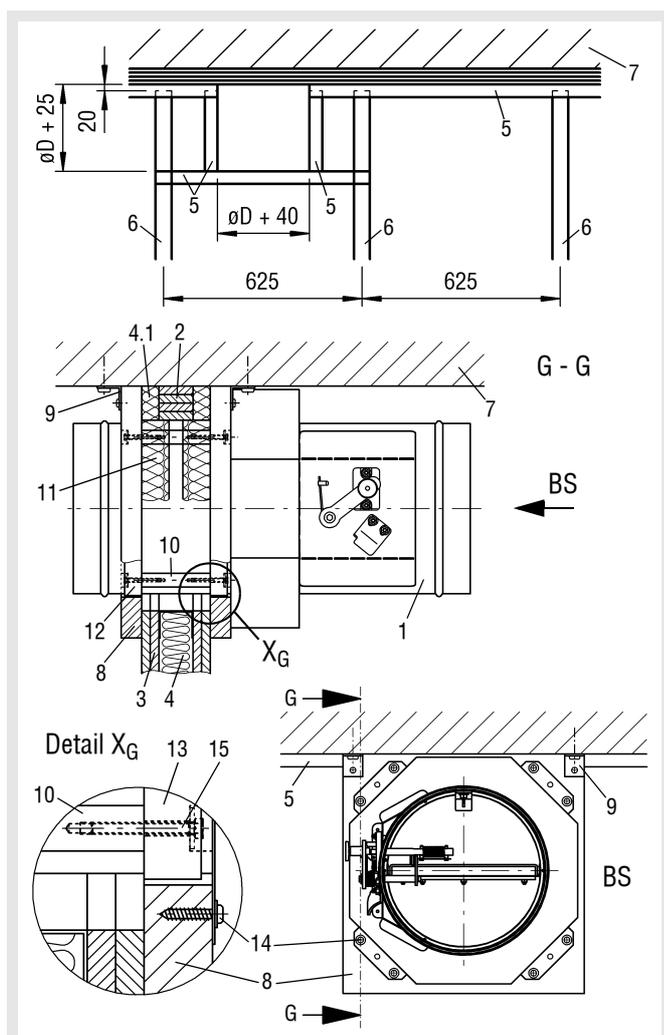

Abbildung 32: Trockeneinbau mit Anbaurahmen AR an leichte Trennwand direkt unter massiver Decke mit gleitendem Deckenanschluss
- Unterhalb der massiven Decke (Pos.7) Deckenanschlussstreifen (Pos.2) für gleitenden Deckenanschluss montieren. Metallständerwerk und Wand gemäß den Angaben des Wandherstellers herstellen und Auswehlungen entsprechend der Abbildung 32 vorsehen. Im Bereich des gleitenden Deckenanschlusses sind die Wechsel und CW-Profile (Pos.6) lose montiert. Das Deckenprofil (UW-Profil) (Pos.5) ist im Bereich der BSK-RPR (Pos.1) auszusparen (Breite $b = \varnothing D + 40$ mm).